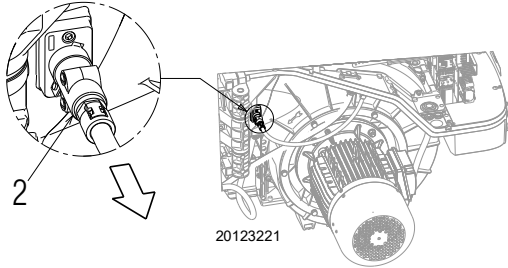

Fig. 33
- extract the sensor 2)(Fig. 33);